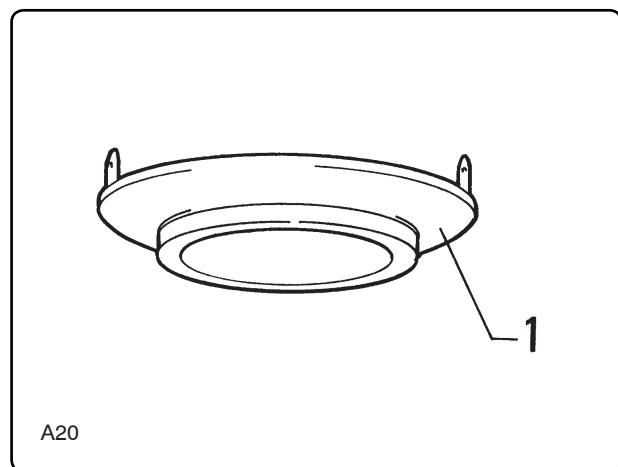

Fig. 6.4.1
**6.4.1 - Ciclone estraibile (fig. 6.4.1)**
**6.4.1 - Removable separator (fig. 6.4.1)**
**6.4.1 - Ciclón extraible (fig. 6.4.1)**
**6.4.1 - Uitneembare cycloon (afb. 6.4.1)**